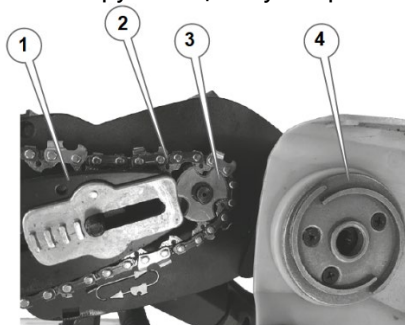

Рисунок 3. Схема встановлення різального блоку: напрямної «шини» та ланцюга.
5.1.2 Встановлення напрямної та різального ланцюга (рис. 3).
1. Переконаватися, що АКБ від'єднана та розташувати виріб на рівній поверхні захисною кришкою (4, рис. 3) зверху.